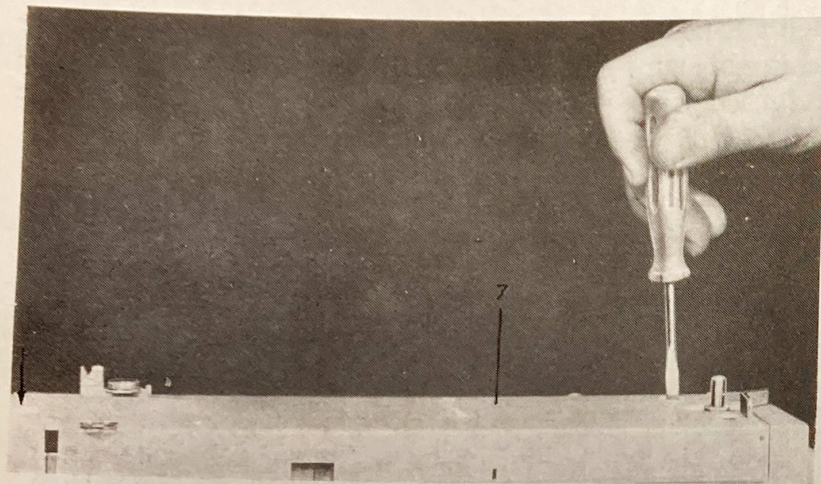

Abb. 51
26. Abnehmen des Armdeckels (Abb. 51)
jetzt sind die in der Abbildung 51 durch Schraubenzieher und Pfeil gekennzeichneten Schrauben herauszudrehen.